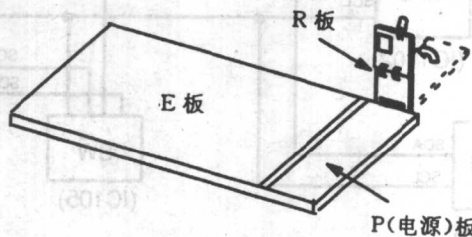

图 1.2.9
④立起主板,见图 1.2.9 所示。至此完成将机芯移动到其维修位置的过程。